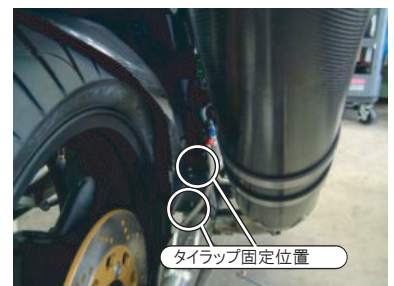

図2
5. リヤフェンダー本体の右側の穴(2ヶ所)に付属のタイラップを通し、車体後方から見て左右のバランスを調整し、タイヤ、チェーンとリヤフェンダーとのクリアランスが十分あることを確認してからスイングアームに確実に固定して下さい。⇒図2参照